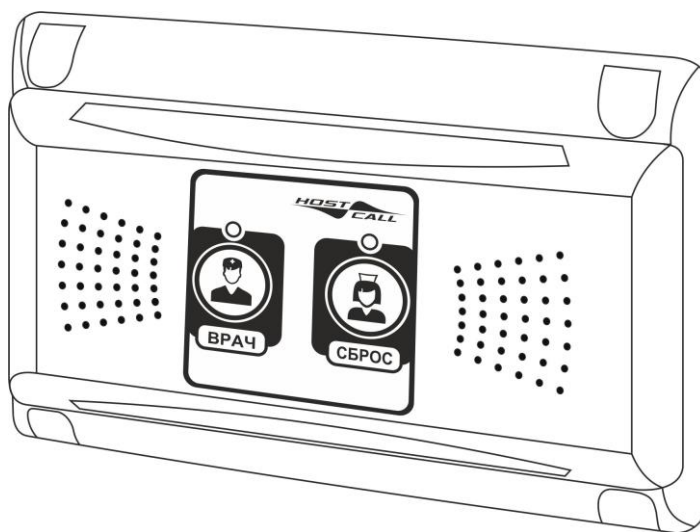

Рисунок 5.6. Палатная консоль MP-331W1
1. Палатная консоль MP-331W1 (рис.5.6).